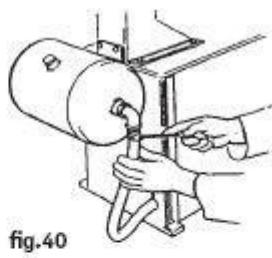

fig.40
- На адаптер рессивера наденьте воздушный шланг и затяните его соединяющей лентой (рис.40).